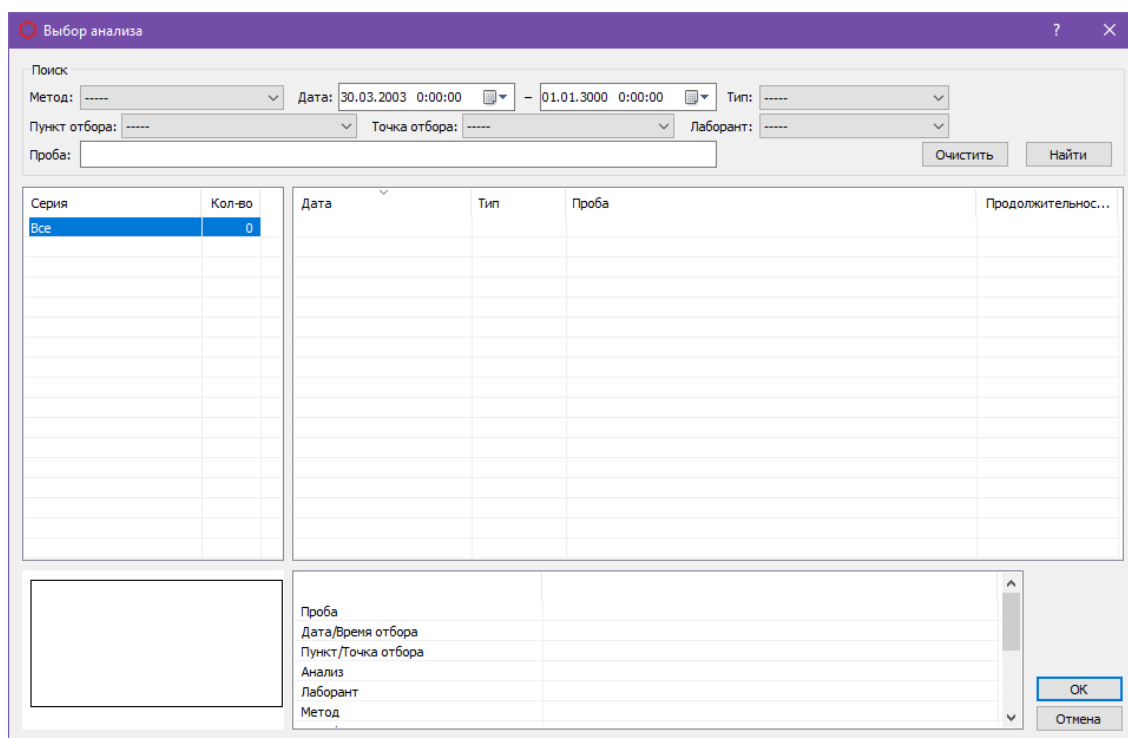

Рис. 5. Окно «Выбор анализа»
1. Нажмите **Добавить**. Откроется окно *Выбор анализа* (Рис. 5).
2. (Опционально) Чтобы добавить хроматограмму для проверки градуировки по ГОСТ Р 54484-2011, нажмите **Новая градуировка**. Откроется окно *Выбор анализа* (Рис. 5).